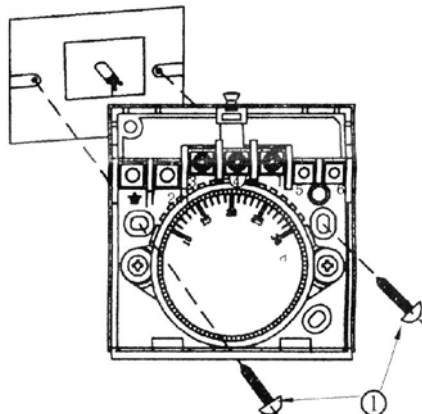

Рис.2
2. Закрепите термостат на стене при помощи дюбелей и шурупов (Рис. 2).